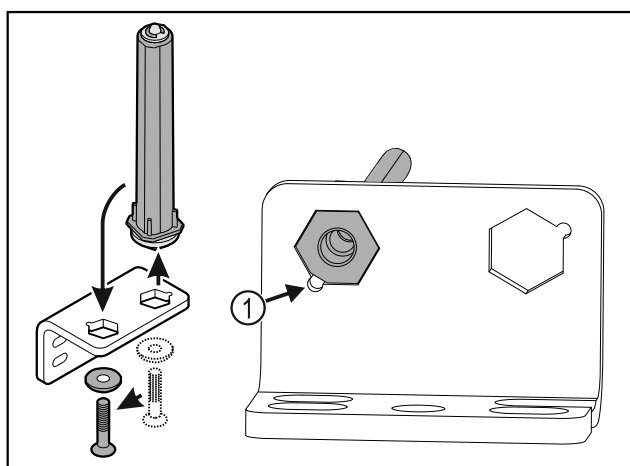

Fig. 36
- Vær derved opmærksom på, at boltens affasning Fig. 36 (1) peger mod det runde hul under isætningen.